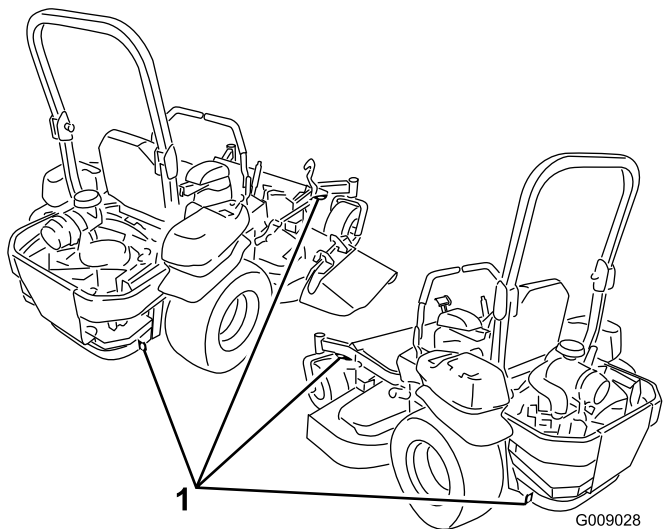

図 29
5. マシンにはロープ固定用のアイがついているので、チェーンやロープなどを使ってトラックやトレーラに機体をしっかりと固定する 図 29